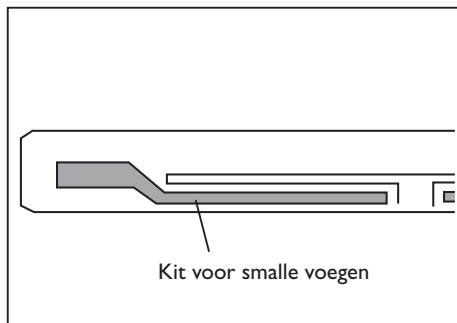

Fig. 1
4. Breng een dunne streep kit voor smalle voegen aan onder de messing. (Fig. 1)